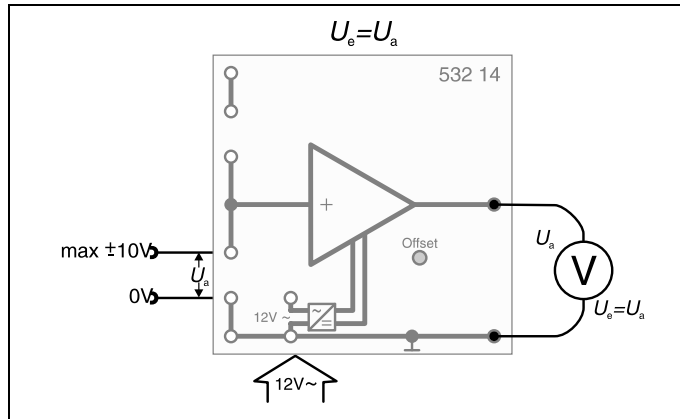

Fig .2.1
3.2.1 Mesure quasi-statique de tensions jusqu'à 10 V– (cf. fig. 2.1)
3.2.1 Medición cuasi-estática de tensiones de hasta 10 V– (véase la Fig. 2.1)